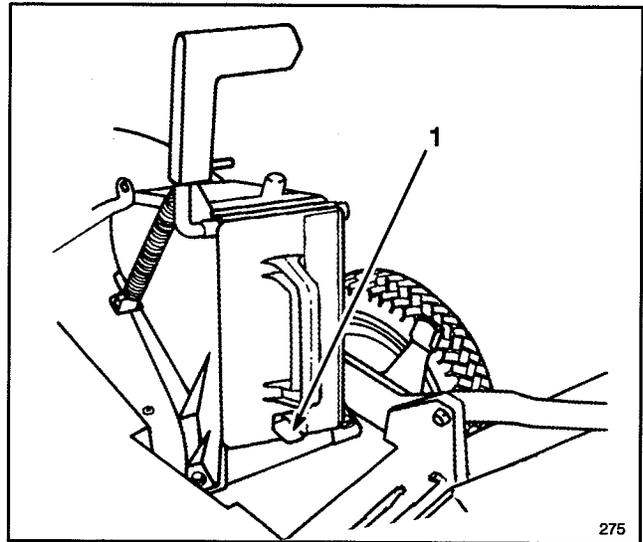

Figure 6
3. Engager l'obturateur à fond jusqu'à ce que le loquet à ressort du bas de l'obturateur s'encliquette, assujettissant fermement ce dernier dans le conduit de l'éjecteur (Fig. 6). Relâcher la poignée du volet d'éjection pour verrouiller le haut de l'obturateur.